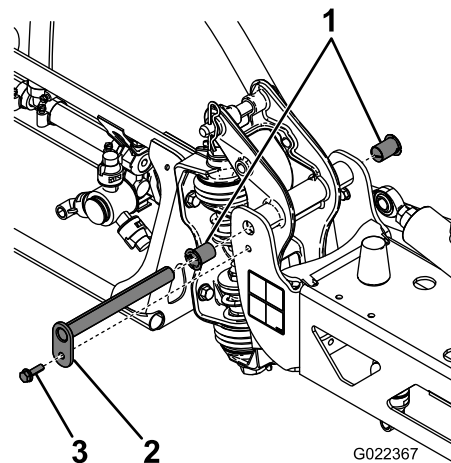

Figura 62
3. Con el peso del brazo apoyado, retire el perno y la tuerca que fijan el pasador de giro al conjunto del brazo (Figura 62).
4. Retire el perno y la tuerca que sujetan el pasador de giro, y retire el pasador (Figura 62).
6. Retire los casquillos de nylon desde delante y desde detrás del soporte del giro, e inspecciónelos (Figura 62).
7. Aplique una pequeña cantidad de aceite en los casquillos de nylon e instálelos en el soporte del pivote (Figura 62).
8. Instale el conjunto de brazo y soporte del pivote en el bastidor central, alineando los orificios (Figura 62).